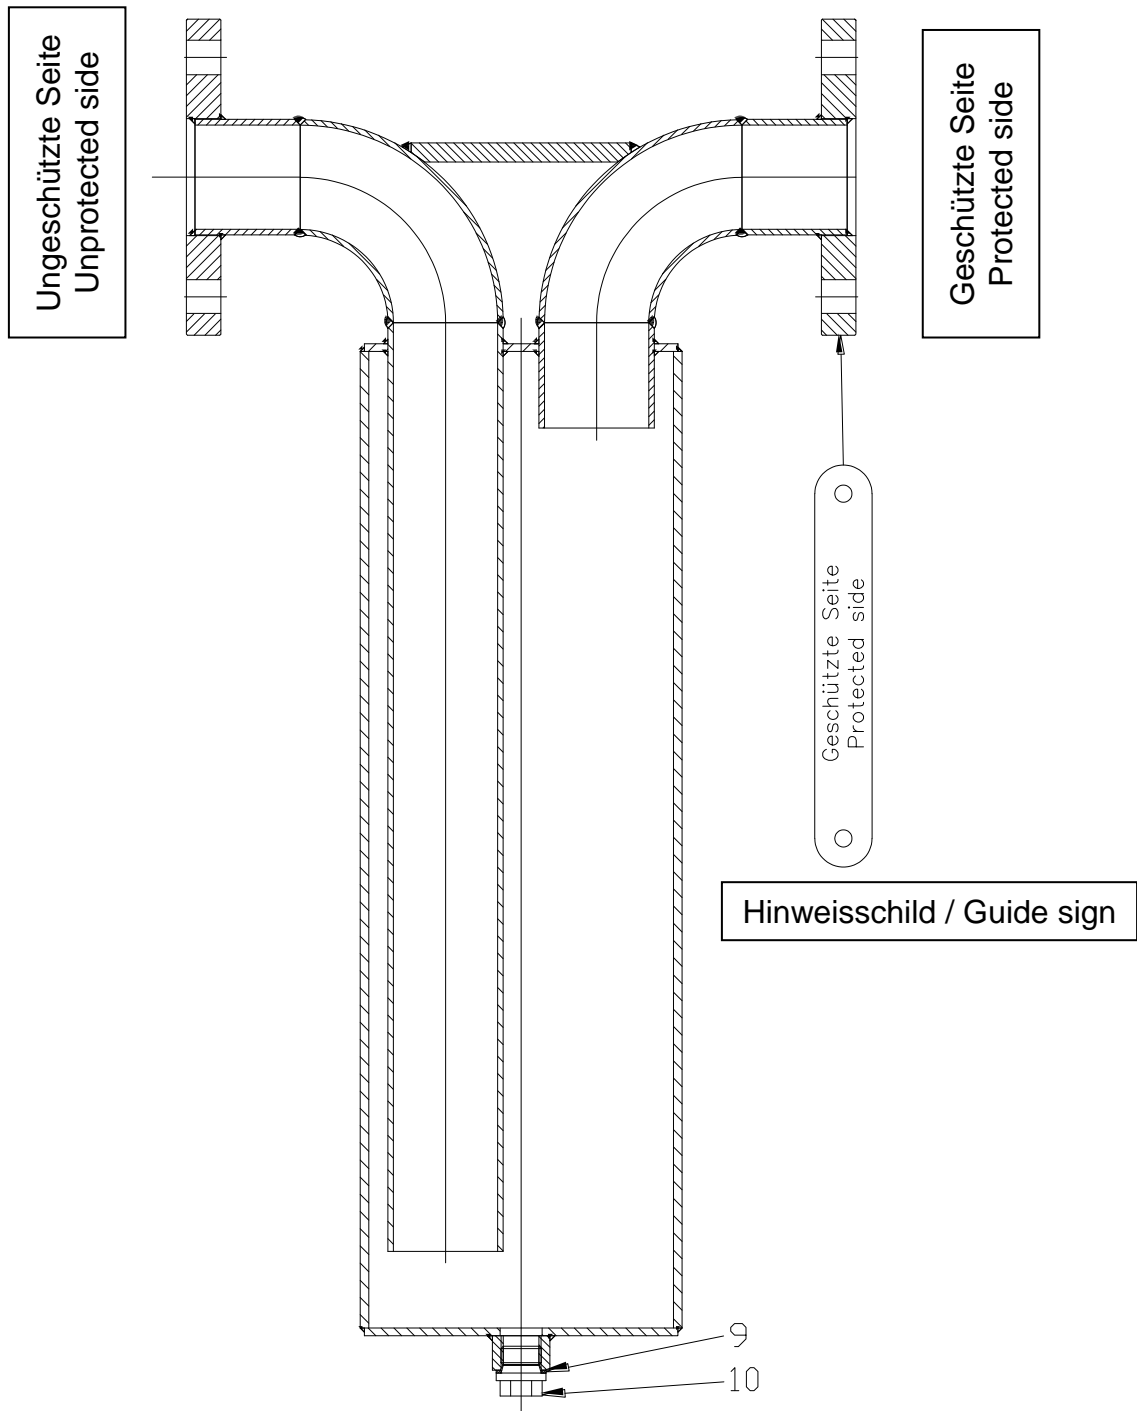

Bild 1
- Einbaulage (Siehe Bild 1) : Vertikal (Lotrecht)
- **Die Flüssigkeitsdetonationsrohrsicherung ist nur in einer Richtung flammendurchschlagsicher.** Die geschützte Seite ist mit einem, radial am Flansch angebrachten, Hinweisschild gekennzeichnet. (Siehe Bild 1)
(siehe auch Bild 1)
(siehe Bild 1)
- Bestellnummer (Position siehe **Bild 1**)